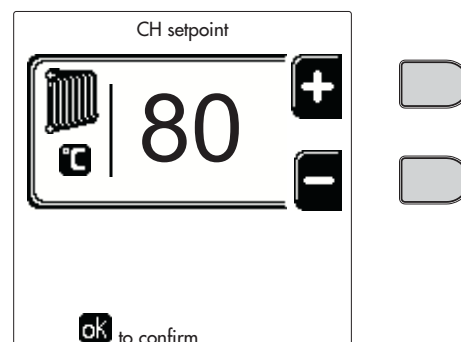
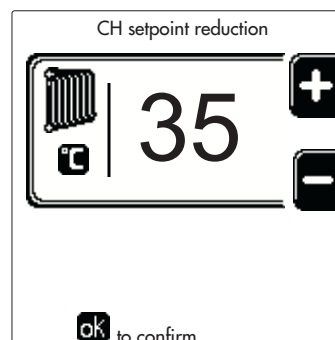
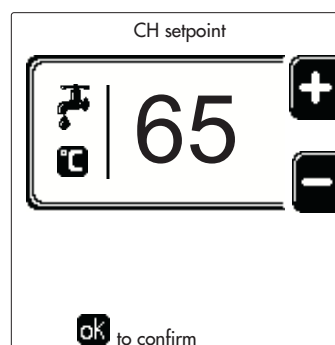
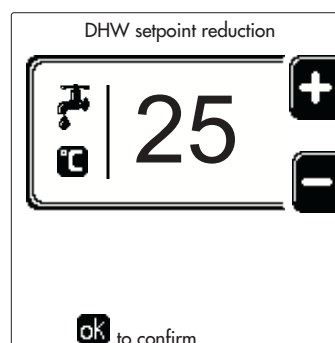

рис. 13
рис. 14
рис. 15
рис. 16
- **ВКЛ.** В случае запроса на отопление/ГВС котел работает с заданной температурой регулировки отопления/ГВС (рис.13/рис. 15).
- **Пониж.** В случае запроса на отопление/ГВС котел работает на пониженной температуре регулировки. Пониженная температура получается вычитанием значения "Понижение температуры регулировки" (рис.14/рис. 16) из значения заданной "Температуры регулировки" отопления/ГВС (рис. 13/рис. 15).